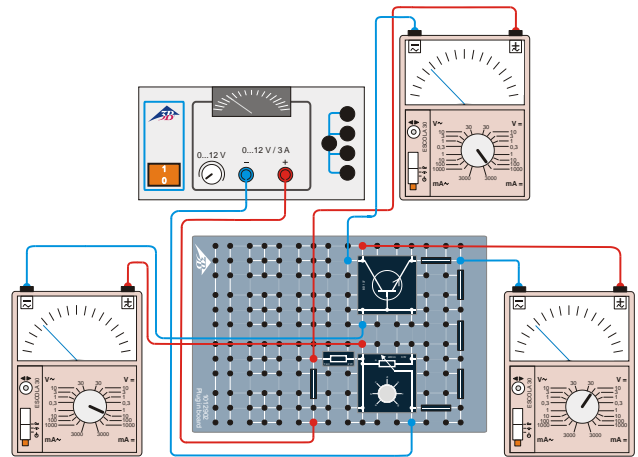

Fig. 4: Schéma de circuit pour enregistrer la caractéristique de commande.
- Montez le circuit comme le montre la Fig. 4. Les trois multimètres analogiques connectés servent à contrôler la tension collecteur-émetteur U_{CE} ainsi qu'à mesurer l'intensité du courant de la base I_B et l'intensité du courant du collecteur I_C .